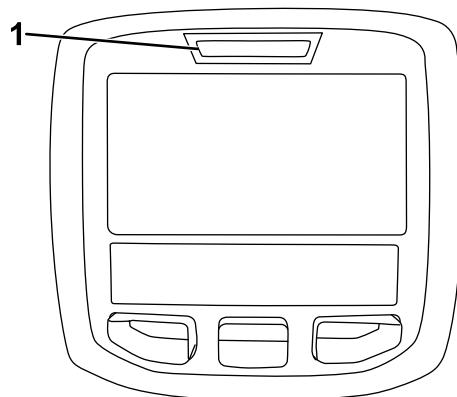

**Рисунок 35**
- Переключатель подъемного рычага расположен под гидравлическим баком позади переднего правого подъемного рычага (Рисунок 35).
увеличить высоту поворота подъемного рычага, или переместите переключатель вверх, чтобы уменьшить высоту поворота подъемного рычага (Рисунок 35).